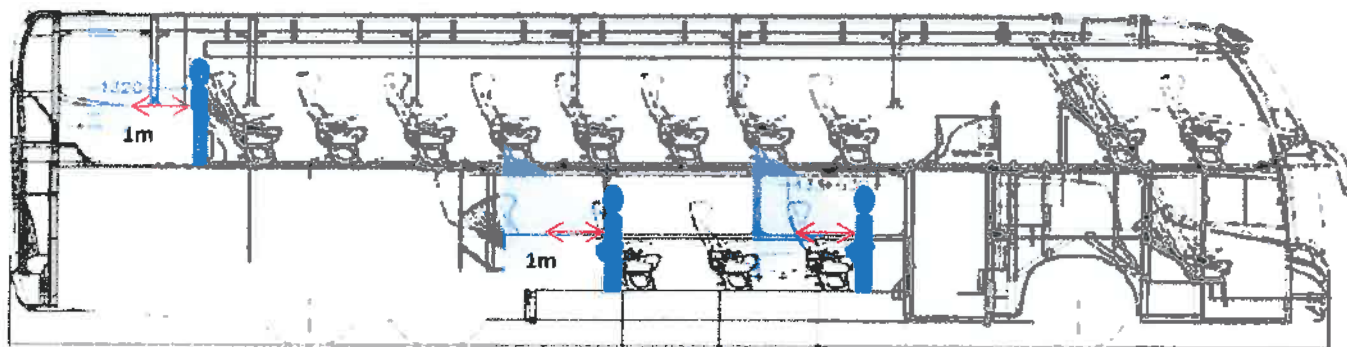

Fig. 5
**Inspección de Pared Trasera superior e Inferior:** Se realizara tomando como base 1 m de distancia de la pared, posicionado en el Pasillo Central y por encima de los respaldos de los asientos .Fig.5